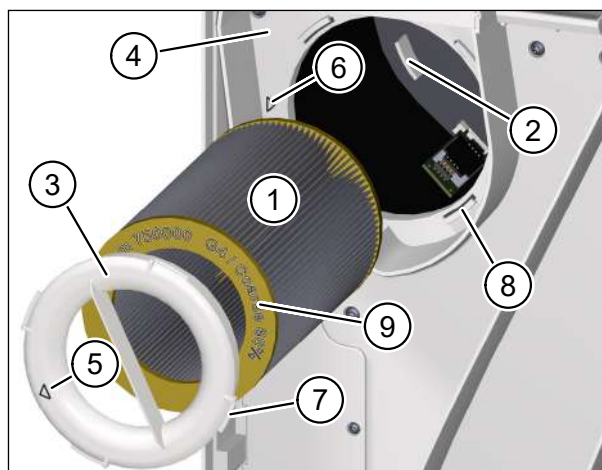

Abb. 18: Neuen Abluftfilter einsetzen
- ▶ Führen Sie den neuen Abluftfilter (Pos. 1 in Abb. 18) vorsichtig in das Lüftungsgerät ein.
- ▶ Achten Sie darauf, dass der Luftfilter in die 3 Haltenasen (Pos. 2 in Abb. 18) an der Rückwand des Lüftungsgerätes gleitet.
- ▶ Setzen Sie den Filterring (Pos. 3 in Abb. 18) auf den Abluftfilter auf. Achten Sie darauf, dass der Filterring plan auf der Zwischenplatte (Pos. 4 in Abb. 18) aufliegt.
- ▶ Drehen Sie den Filterring im Uhrzeigersinn, bis der Pfeil auf dem Filterring (Pos. 5 in Abb. 18) mit dem Pfeil der Arretierposition (Pos. 6 in Abb. 18) fluchtet. Achten Sie darauf, dass die 4 Nasen (Pos. 7 in Abb. 18) am Filterring in den Halterungen (Pos. 8 in Abb. 18) an der Zwischenplatte einrasten.
- Als Abluftfilter darf nur M-WRG-II FS, Art.-Nr. 200267, verwendet werden. Art.-Nr. und Luftfilterklasse sind auf der gelben Endscheibe des Luftfilters (Pos. 9 in Abb. 18) eingepreßt.